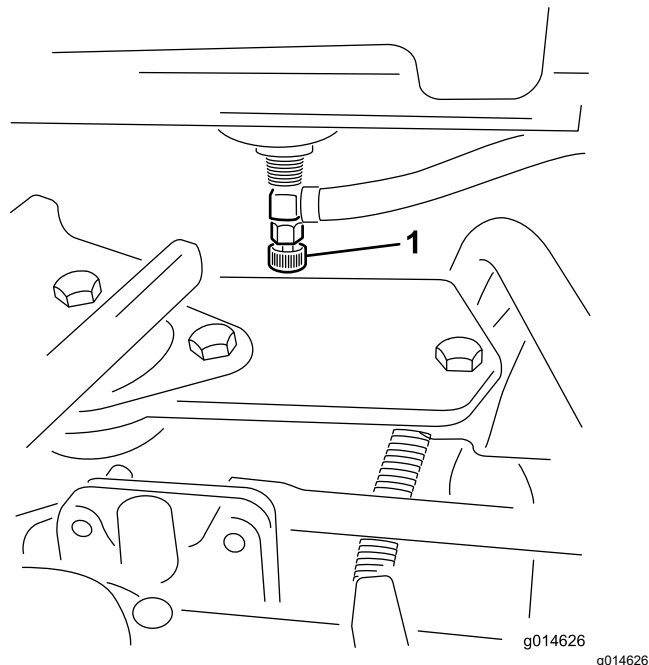

Рисунок 32
1. Закройте отсекающий топливный клапан, расположенный под топливным баком (Рисунок 32).